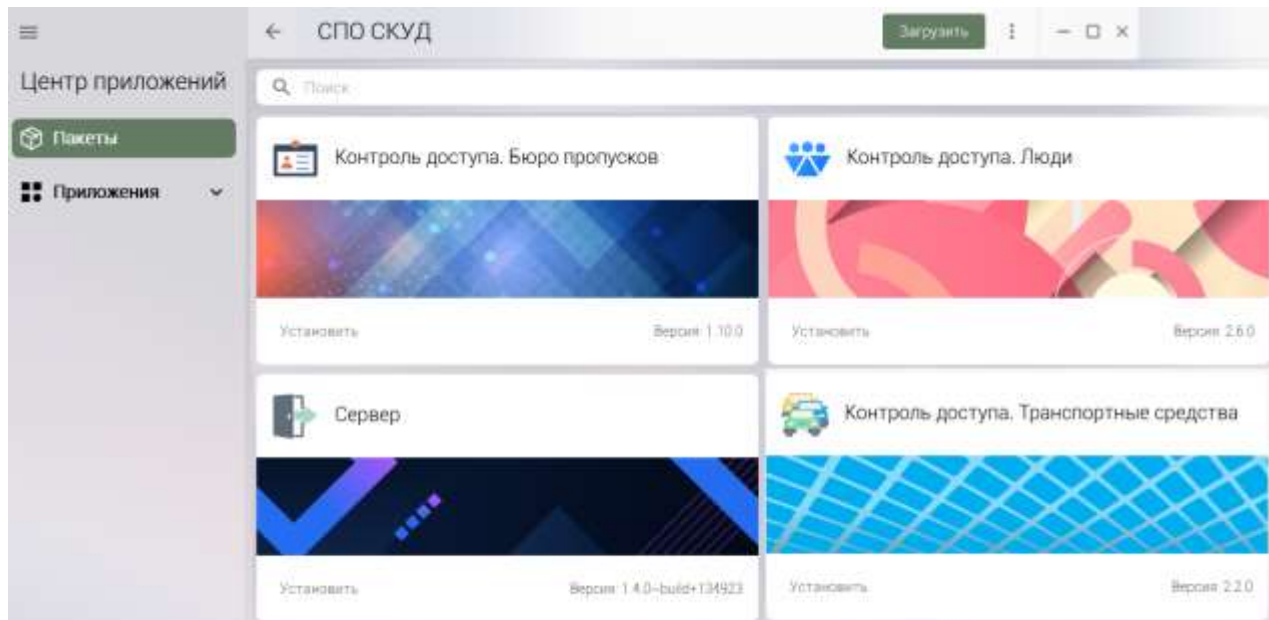

Рисунок 18 — Центр приложений
2.2.1. Установка компонентов СПО СКУД. Контроль доступа производится с помощью программы инсталляции, которая запускается из **Центра приложений** (Рисунок 18). Описание работы приложения приведено в Руководстве системного программиста ЦРПА.2.00330.01.00 32 СПО ССКУ.